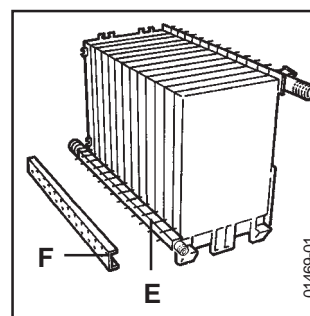

Fig. 9
Monteer de achterste collector (E) (Fig. 9). Door de aansluiting 3/4" (aftapkraan) te centreren, kan de collector nauwkeurig worden geplaatst ten opzichte van zijn klemplaat (F).